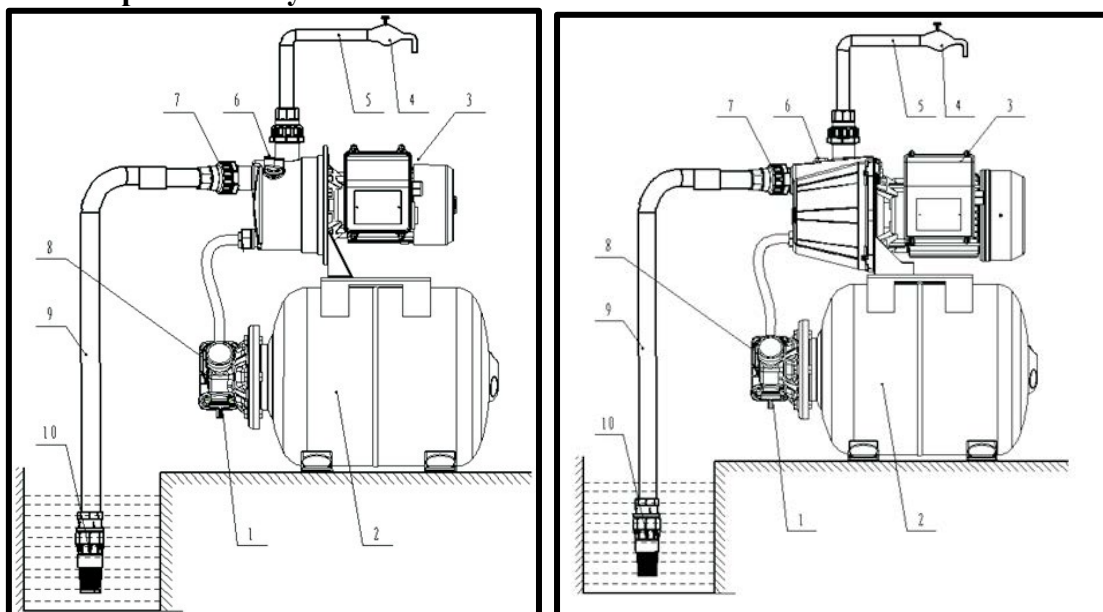

Рис.2
- Всасывающий трубопровод (9) и подающий трубопровод (5) устанавливаются на месте. (Рис. 2)
- Всасывающий трубопровод (9) должен быть герметичным.
- На всасывающем трубопроводе (9) необходимо установить обратный клапан (не комплектуется). Варианты правильного и не правильного подключения насосной станции представлены на рисунках 2 и 3.
- Проверить поступает ли вода в подающий трубопровод (9) (Рис.2).